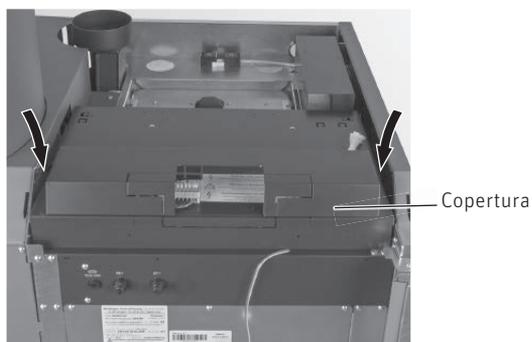

Fig. 124 Togliere 2 viti della copertura e rimuovere la copertura
- ▶ Allentare 2 viti della copertura dei morsetti di collegamento e staccare la copertura verso l'alto – Fig. 124.